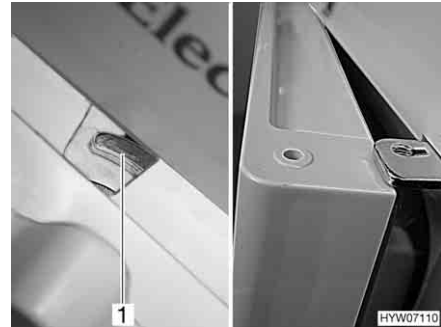

Fig. 192 Puerta del frigorífico/puerta del compartimento congelador en posición de ventilación (Dometic de la serie 7 con compartimento congelador separado)
- Empujar el bloqueo completamente hacia la derecha. La puerta del frigorífico/puerta del compartimento congelador se fija con ayuda del bloqueo de la puerta (Fig. 192,1). De este modo, la puerta del frigorífico/puerta del compartimento congelador quedará ligeramente abierta (Fig. 192).